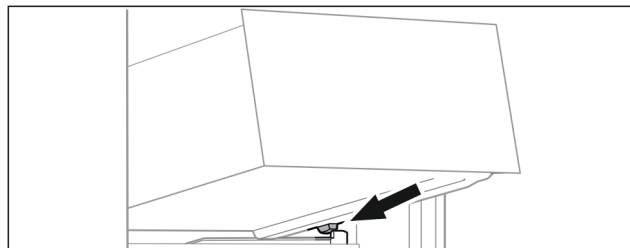

Fig. 134
- Helyezze a fiókot ferdén az ütközők mögé, a tartóbordára. (lásd Fig. 134)